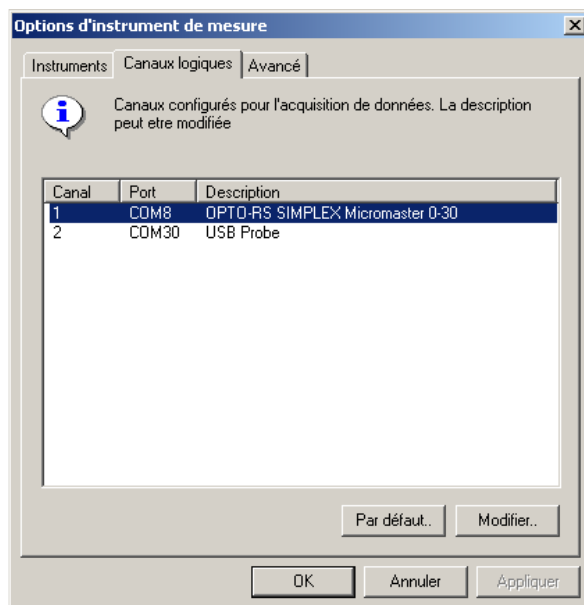

Figure 4: Fenêtre réglage secondaire
- Ajouter description du canal avant valeur, puis : affiche la description de l'instrument (défini dans la fenêtre de réglage secondaire, voir Figure 4)